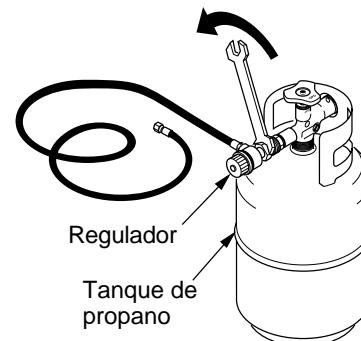

Figura 2: Conexión del calentador al tanque de propano
2. Apriete con una llave la tuerca del conector de combustible en la válvula del tanque de propano (consulte la figura 2). Gire la tuerca del conector de combustible en sentido contrario a las manecillas del reloj para apretarla. Las roscas aprietan hacia la izquierda.